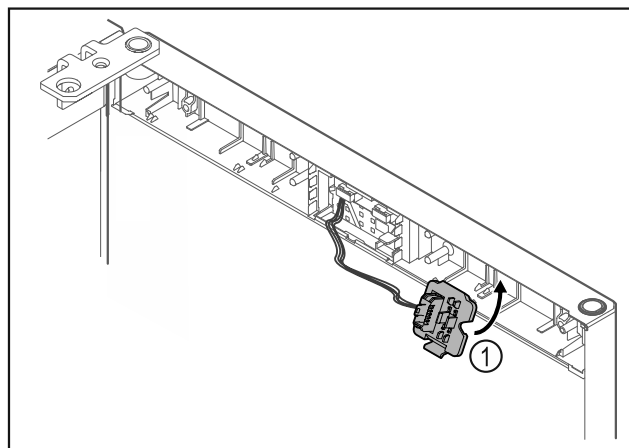

Fig. 23
- ▶ Držalo vtiča Fig. 23 (1) pritrdite na nasprotno stran.